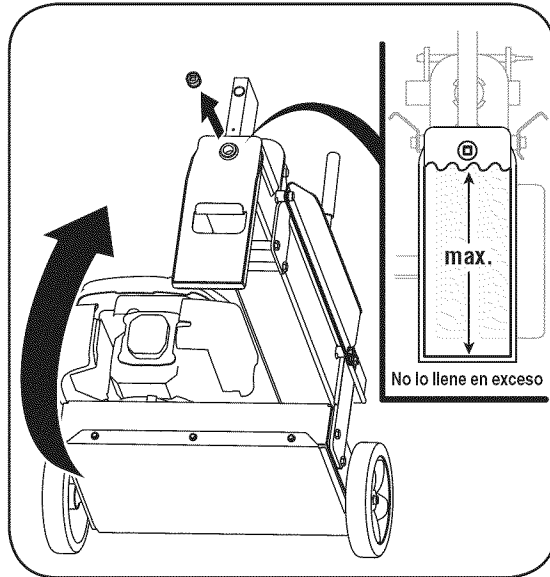

Figura 3-1
1. Retire la tapa de combustible, ubicada en el extremo del montaje de la viga. Vea la Figura 3-1.